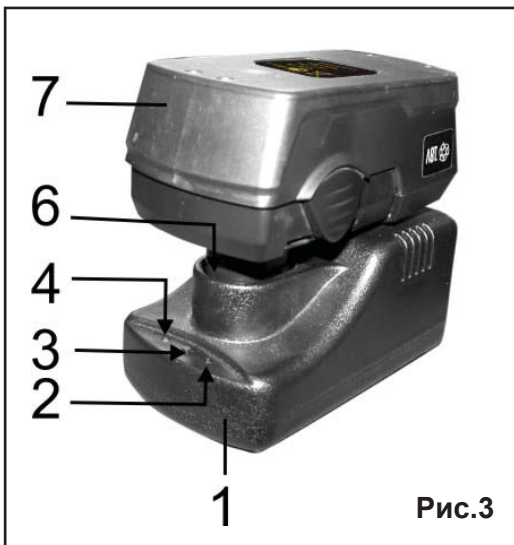

Рис.3
7. ЗАРЯДКА АККУМУЛЯТОРНОЙ БАТАРЕИ (Рис.3)
7.1. Зарядка аккумулятора с помощью зарядного устройства (Рис.3).